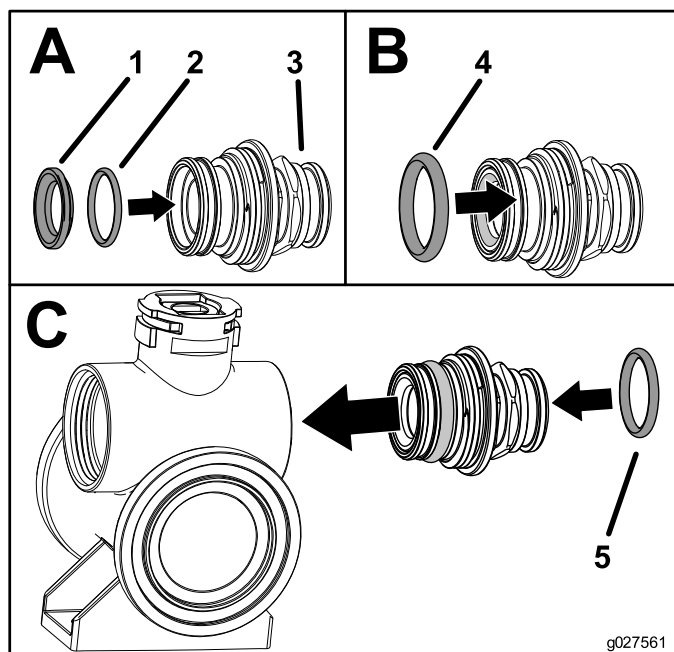

Рисунок 6
6. Установите заднее уплотнительное кольцо седла и седло клапана на штуцер торцевой крышки (вид А; Рисунок 6).
7. Установите уплотнительное кольцо герметизации торцевой крышки на штуцер торцевой крышки (вид В; Рисунок 6).
8. Установите собранный штуцер на корпус клапана так, чтобы фланец штуцера торцевой крышки касался корпуса клапана, затем поверните клапан еще на 1/8 – 1/4 оборота (вид С; Рисунок 6).
9. Установите уплотнительное кольцо выпускного штуцера на штуцер планга (вид С; Рисунок 6).